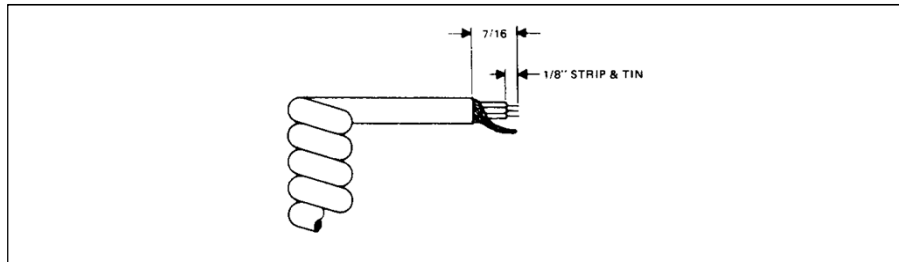

Fig. 2: Preparação de cabos de microfones.
1. Corte os cabos de modo que se estendam 7/16" (11 mm) além da capa isolante plástica do cabo do microfone (ver Fig. 2.)